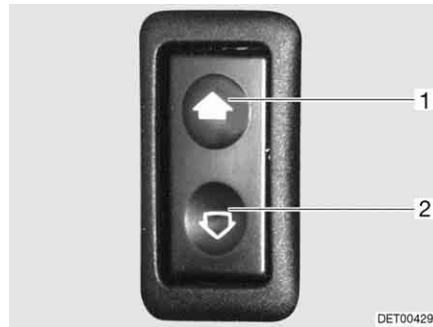

Bild 32 Reglage för elmanövrerad fönsterhiss
- Öppna:** ■ Tryck på det nedre reglaget (Bild 32,2).
- Stänga:** ■ Tryck på det övre reglaget (Bild 32,1).